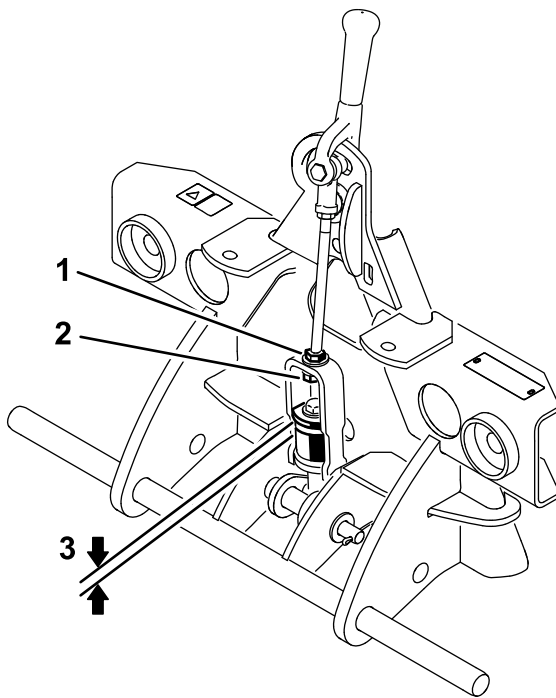

Figure 4
2. Mesurez l'espace entre la rondelle supérieure et l'entretoise dans l'ensemble biellette sur l'adaptateur d'accessoire, comme illustré à la Figure 4.